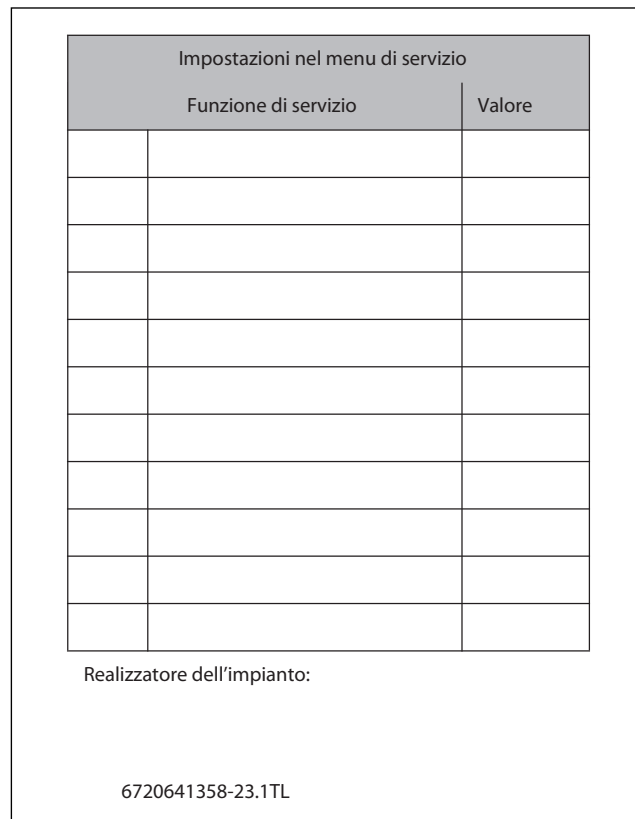

Fig. 36
- ▶ Per modificare i valori impostati, fare uso del tasto «eco» (4) oppure del tasto .
- ▶ Riportare il valore o la potenza impostata sull'etichetta adesiva fornita a corredo «Impostazioni della Heatronic» (→ fig. 36).